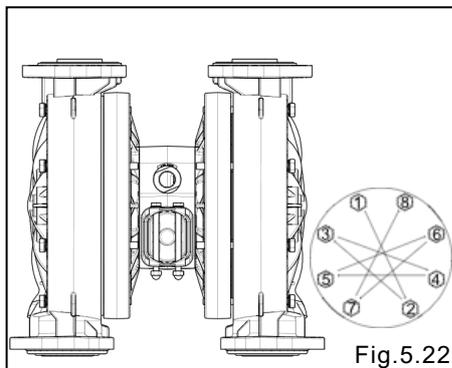

Fig.5.22
- Apriete los tornillos gradualmente en secuencia diagonal (referirse a la Fig.5.22)